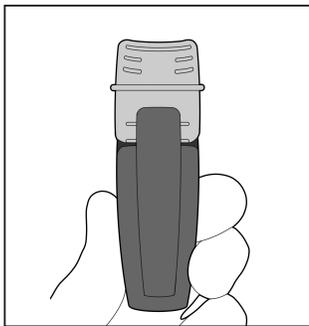

Fig. 11
1. Asegúrese de que el sistema IntegraBite esté correctamente montado con el aplicador y la placa oclusal alineada verticalmente (Fig. 11).